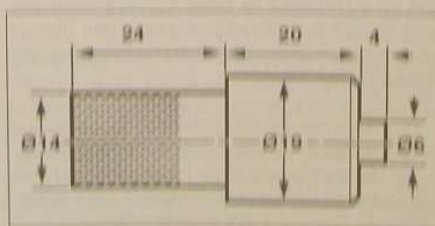
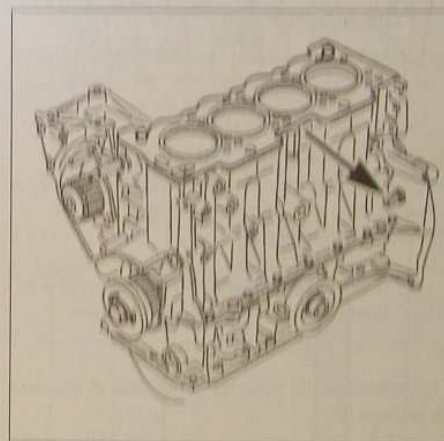

FIG. 48
FIG. 49
- Immobiliser le volant moteur à l'aide d'une pince de blocage appropriée (outil Citroën 4507-T.L, voir cotes de réalisation Fig.48) introduite dans le trou de Ø 20 mm environ, sous le trou de pignage du carter-cylindres (Fig.49).
mettre en place le volant moteur puis l'immobiliser en rotation avec la pince de blocage appropriée (Fig.49) (outil Citroën 4507-T.L, voir cotes de réalisation Fig.48).